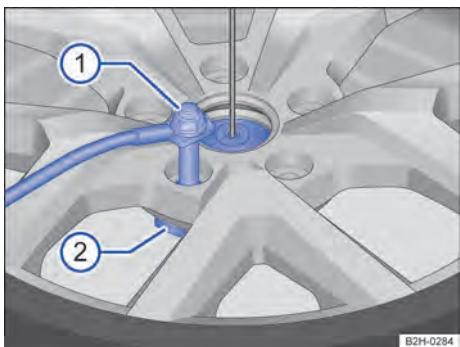

Fig. 193 Roda sobressalente ou de emergência: colocar o parafuso de segurança.
- Girar o parafuso de segurança → Fig. 193 ① no sentido horário no suporte do aro.